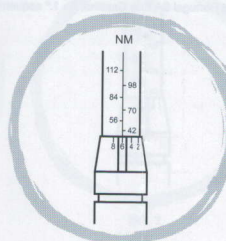

рис. 2
- Вращайте рукоятку по часовой стрелке, пока не установите требуемое значение момента затяжки (рис. 2).